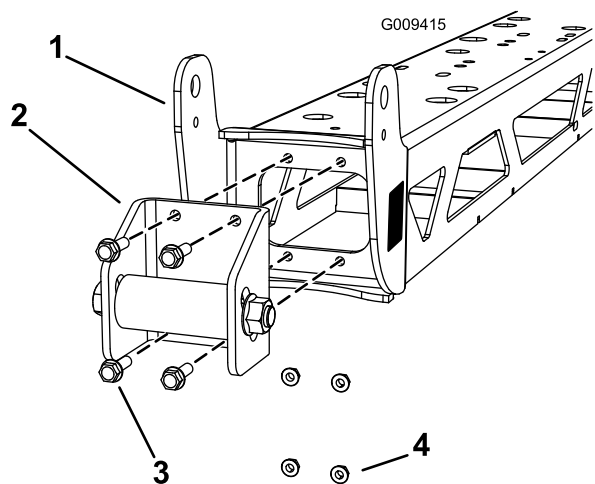

Figura 1
2. Retire los 4 pernos y las tuercas (5/16 pulgada) que sujetan los topes al bastidor del brazo central, según se muestra en (Figura 1).